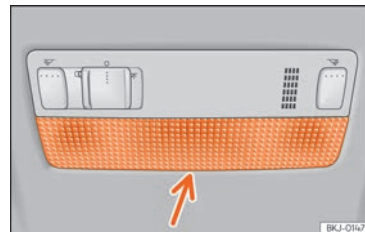

**Fig. 112** Luce di lettura anteriore.
- Introdurre un cacciavite dalla parte piatta tra il telaio e il vetro » **fig. 112.**